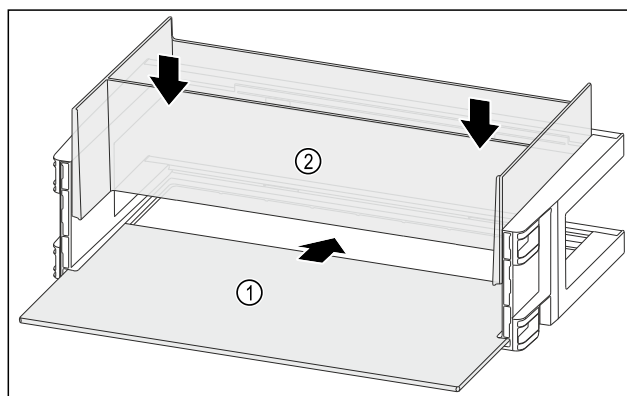

Fig. 144
- Inserire il ripiano Fig. 144 (1) negli incavi laterali.
- Inserire l'organizzatore Fig. 144 (2).